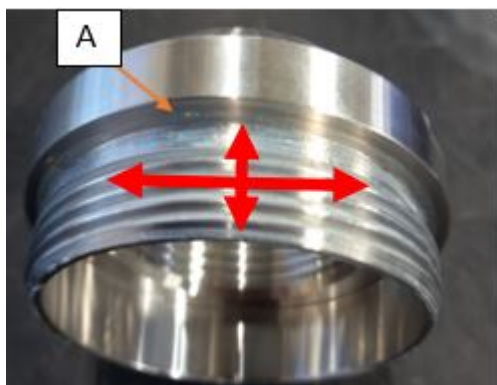

Abb.9
1. Schrauben (13) nach Abbildung 9 über den vollen Umfang entlang der Gewindesteigung leicht einfetten.
2. Buchse (16) in die Welle einsetzen (nur beim TB 2").
3. Die Buchse (8) in das Gehäuse (1) einsetzen.
4. Die Scheibe (9) auf die Welle (6) schieben und in die Buchse (8) einsetzen.
5. Den Regler (7) und anschließend den Motor (5) in das Gehäuse (1) einsetzen.
6. Einlass (3) nach Abbildung 9 über den vollen Umfang entlang der Gewindesteigung leicht einfetten. Stirnfläche A muss fettfrei bleiben!